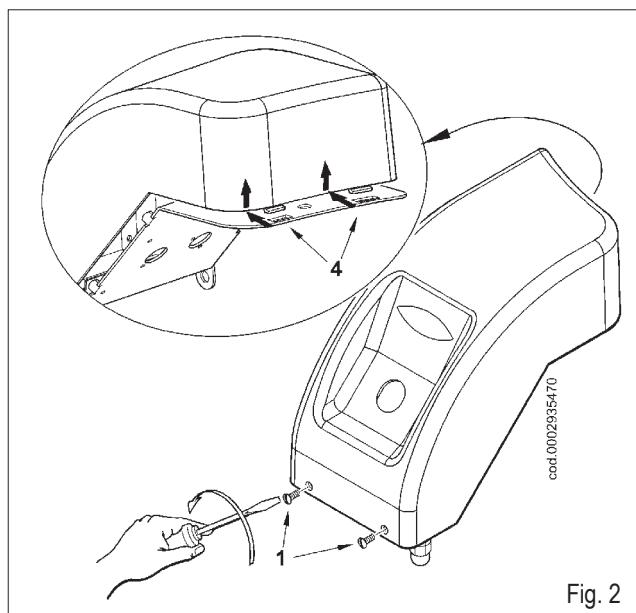

Fig. 2
- 2) Para acceder a los componentes del panel, aflojar los dos tornillos (1), hacer retroceder ligeramente la tapa para desengancharla de la placa de soporte (fig. 2) luego, levantarla.